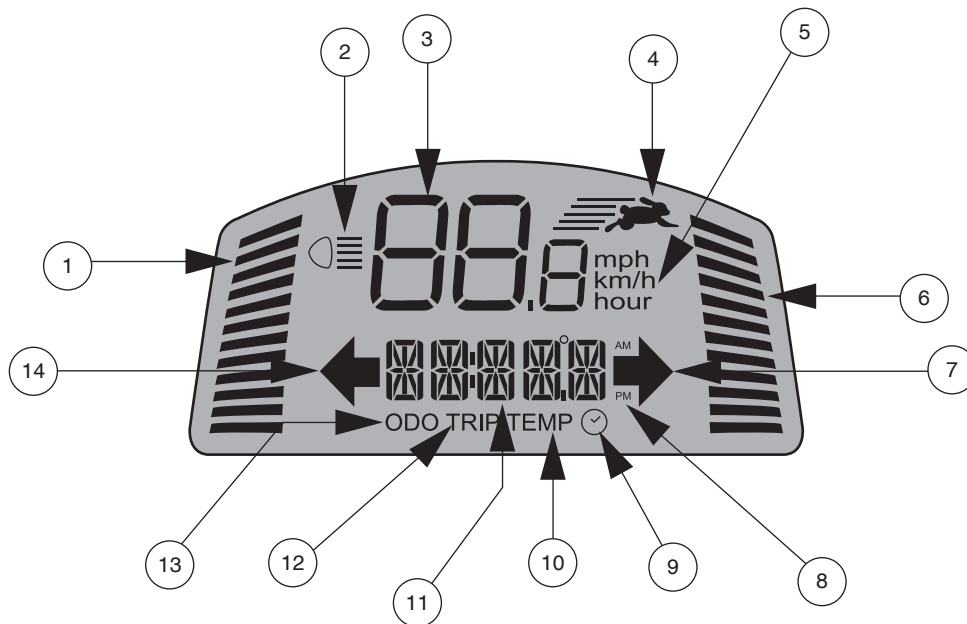

Figure 5. Style de console B
*NOTE: Les feux d'urgence clignotent et un bip sonore retentit tant que les feux d'urgence sont activés. Voir la figure 5 pour le contrôle du volume.*
- Appuyer une fois sur le bouton Hi-Lo pour fixer le réglage de la vitesse à Hi. L'indicateur Hi-Lo s'affiche sur l'écran LCD. **Voir la figure 5.** L'utilisation de ce paramètre en conjonction avec les boutons de réglage de la vitesse permet au scooter d'atteindre des vitesses jusqu'à la vitesse maximale préprogrammée pour le scooter.
Ces boutons de réglage permettent de présélectionner et de limiter la vitesse de votre scooter. Ceci est indiqué par l'indicateur de vitesse maximum sur l'écran LCD. **Voir la figure 5.**
*NOTE: Plus de barres sont affichées sur l'indicateur de vitesse maximum, plus votre vitesse maximum présélectionnée sera élevée. Voir la figure 5.*
Le panneau de commande LCD donne des informations intuitives via l'écran LCD. **Voir la figure 5.** L'écran LCD est également utilisé lors de la configuration initiale (activation) des différents paramètres du panneau de commande. **Voir le tableau 1.**